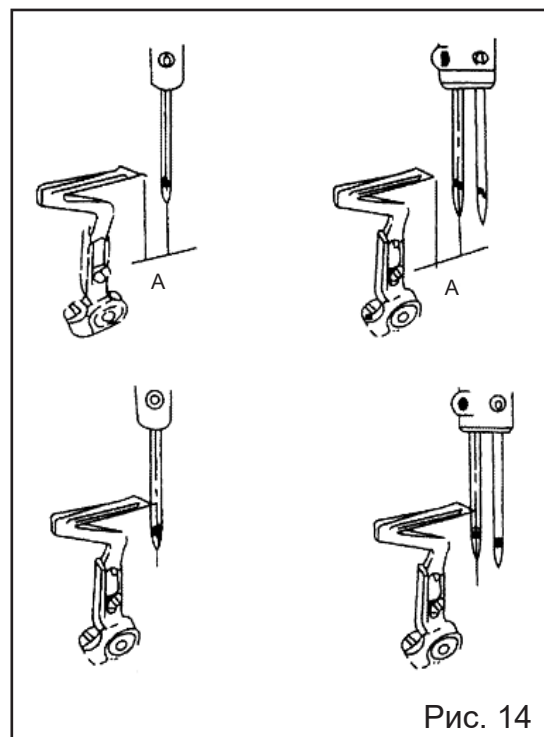

Рис. 14
3. Нижний петлитель и игла (Рис. 14, 15)